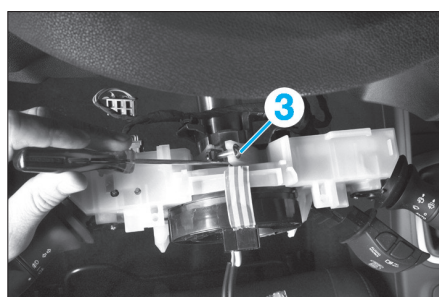

FIG. 3
- Desserrer les vis (3) de l'ensemble de commandes sous volant (Fig.3).